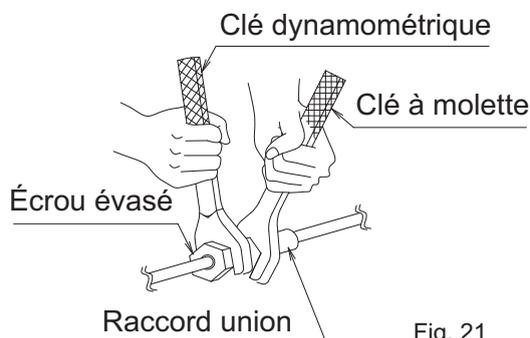

Fig. 21
- Lors de la connexion de la tuyauterie au climatiseur, veillez à utiliser une clé plate et une clé dynamométrique, comme indiqué dans la **Fig. 21**.
Après avoir terminé tous les travaux de brasage, installez les raccords évasés avec l'unité intérieure. **(Reportez-vous à la Fig. 21)**